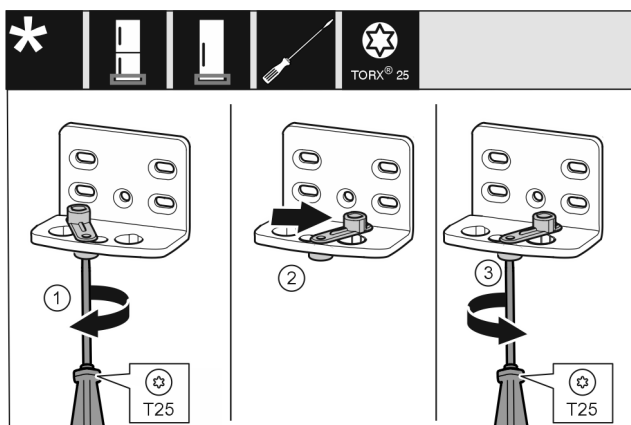

Fig. 17 *
- ▶ Odkręcić lekko śrubę Fig. 17 (1) śrubokrętem.*
- ▶ Unieść element ułatwiający zamykanie drzwi Fig. 17 (2), a następnie obrócić w otworze w prawo o 90°.*
- ▶ Przykręcić śrubę Fig. 17 (3) śrubokrętem.*